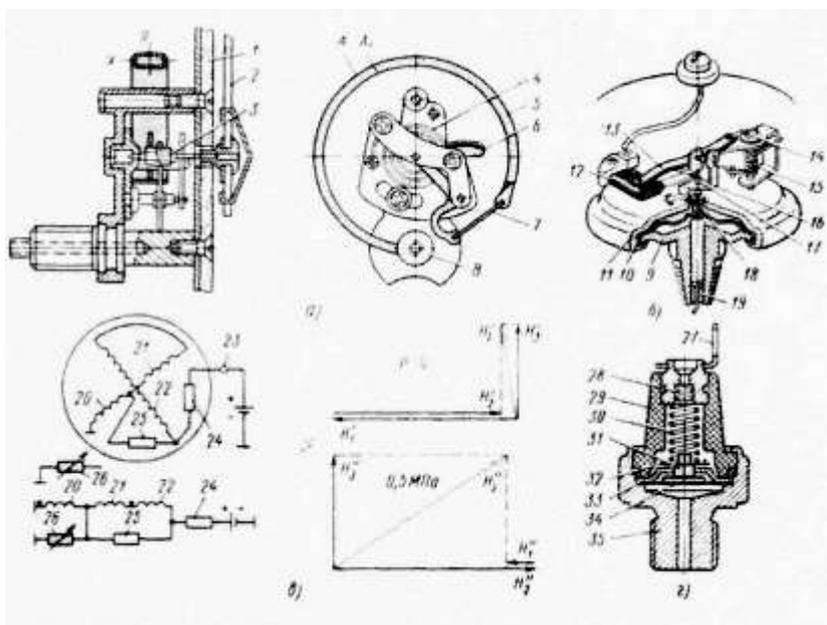

Рисунок 2. Указатель давления: а) механизм указателя с трубчатой пружиной;
2). Выполнить рисунок и описать устройство прибора указывающего давление (рисунок 2).